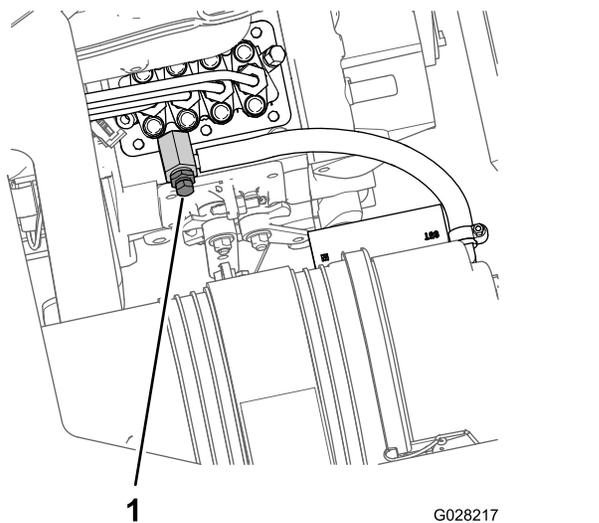

Figura 75
8. Alinhe o recipiente de escoamento debaixo da parte da bomba de injeção de combustível do motor (Figura 75).
9. Desaperte o parafuso de purga que se encontra na bomba de injeção de combustível (Figura 75).
11. Mantenha a chave na posição LIGAR enquanto não sair um fluxo contínuo de combustível do parafuso de purga (Figura 75).
12. Aperte o parafuso de purga (Figura 75) e rode a chave para a posição DESLIGAR.